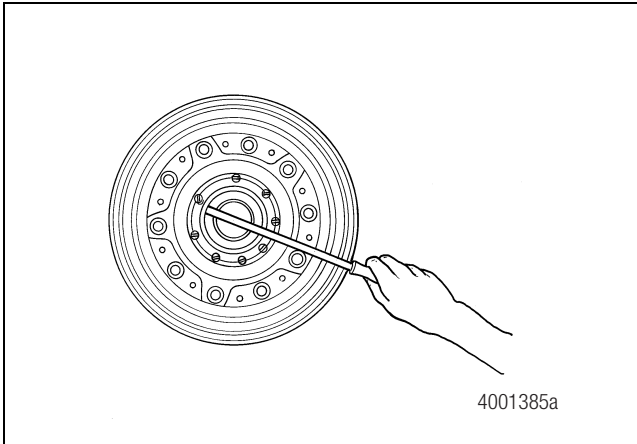

Figure 3.14
5. Si nécessaire, utiliser un grand tournevis pour retirer la bague d'étanchéité du moyeu. Mettre la bague usagée au rebut. Figure 3.14.